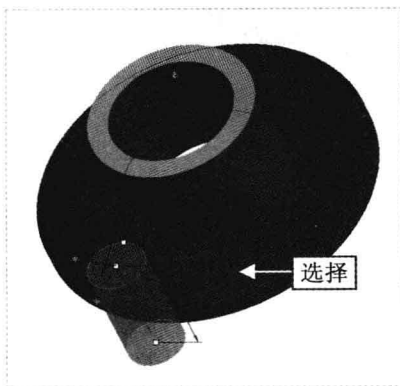

图 17-4 选择放置平面
Step 03 在“模型”选项卡中，单击“工程”面板中的“孔”按钮, 弹出“孔”选项卡，在绘图区选择合适的曲面作为放置平面，如图 17-4 所示。